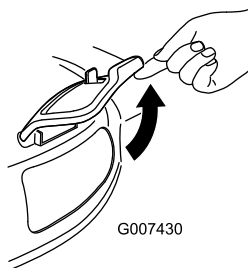

Bild 36
2. Öffnen Sie die Seitenauswurfklappe (Bild 36).